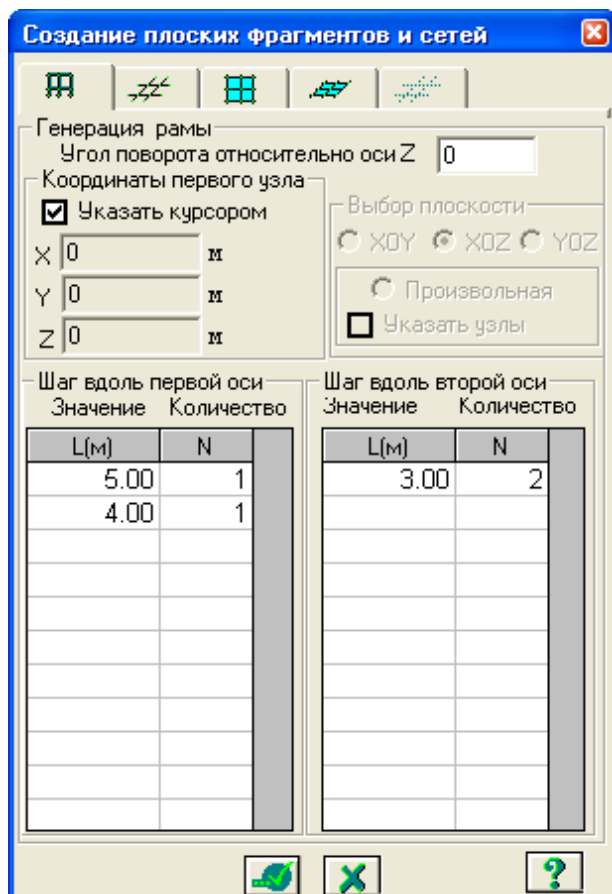

Рис.4.3. Диалоговое окно **Создание плоских фрагментов и сетей**
- Остальные параметры принимаются по умолчанию (рис.4.3).